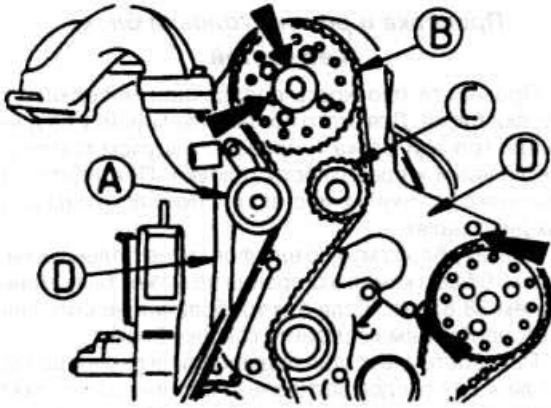

Рис. 2.66
- ♦ Снимите шестерню передачи привода газораспределения (рис. 2.66).